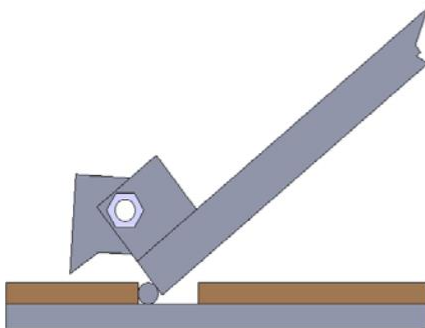

Рис.1
- B. Перед подъемом автомобиля убедитесь, что центр его тяжести располагается равномерно относительно подъемника. Для крепления автомобиля на подъемнике используйте соответствующие адаптеры. После подъема, убедитесь, что замок безопасности закрыт (**рис. 1**).